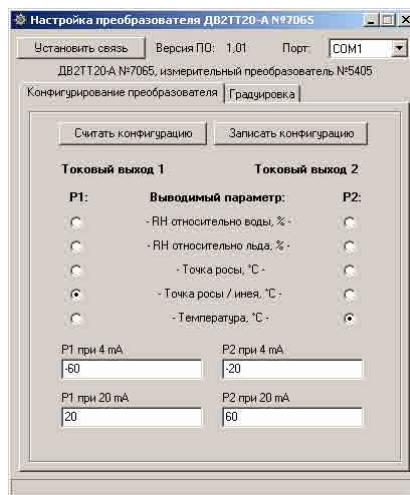

Рис.7. Окно программы **Config\_DV2TT20-A** после установления связи с преобразователем.
Если номер COM-порта установлен правильно, окно программы **Config\_DV2TT20-A** примет вид, показанный на рис.7.
**Пример.** Преобразователь, сконфигурированный как показано на рис.7 имеет следующие характеристики: